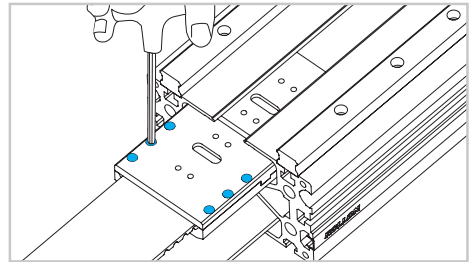

Fig. 14
- 15) Positionner le chariot en extrémité de profilé et retirer les vis de serrage de la courroie afin de libérer la courroie (Fig. 14).
- 18) Positionner le chariot à l'extrémité du profilé (coté entraînement) et retirer les vis de serrage de la courroie (Fig. 14).